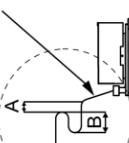

Рис. 4.22
- (4). Диаметр дренажной магистрали должен быть равен или большим чем исходный диаметр подсоединения к дренажному поддону блока. Диаметр дренажного патрубка указан в таблице 3.3.
- (5). Установите дренажный трубопровод в соответствии с рекомендациями и примите меры для исключения конденсации влаги на трубопроводе. Неправильно установленный дренажный трубопровод может привести к утечкам, а в итоге, к повреждению здания, мебели, материальных ценностей.
- (6) С левой и правой стороны внутренних блоков находятся патрубки отвода конденсата (дренажные патрубки). Сторона вывода выбирается в соответствии с условиями установки (рис. 4.22).
- (7) В заводской поставке дренажный патрубок установлен с левой стороны (со стороны электрической секции); отверстие справа закрыто заглушкой.
- (8) Если вам требуется вывод патрубка с правой стороны, левое отверстие необходимо закрыть заглушкой. В противном случае при работе кондиционера в режиме охлаждения возможны протечки конденсата из открытого или негерметично закрытого дренажного патрубка.